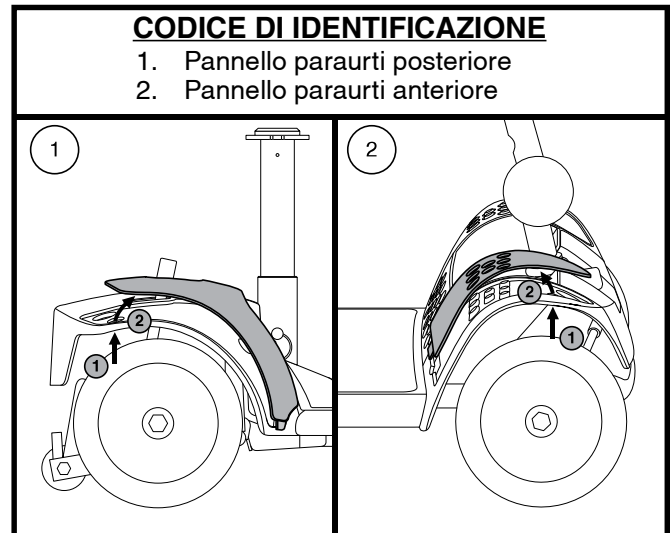

Figura 16. Pannello paraurti
2. Spingere attraverso il foro per separare il pezzo dal miniscooter. **Vedere figura 16.**
NOTA: *Quando si installa il pannello paraurti anteriore e posteriore, verificare che la scheda nella parte inferiore del pannello sia inserita nell'apertura prima di fissare il pannello. Vedere figura 16.*